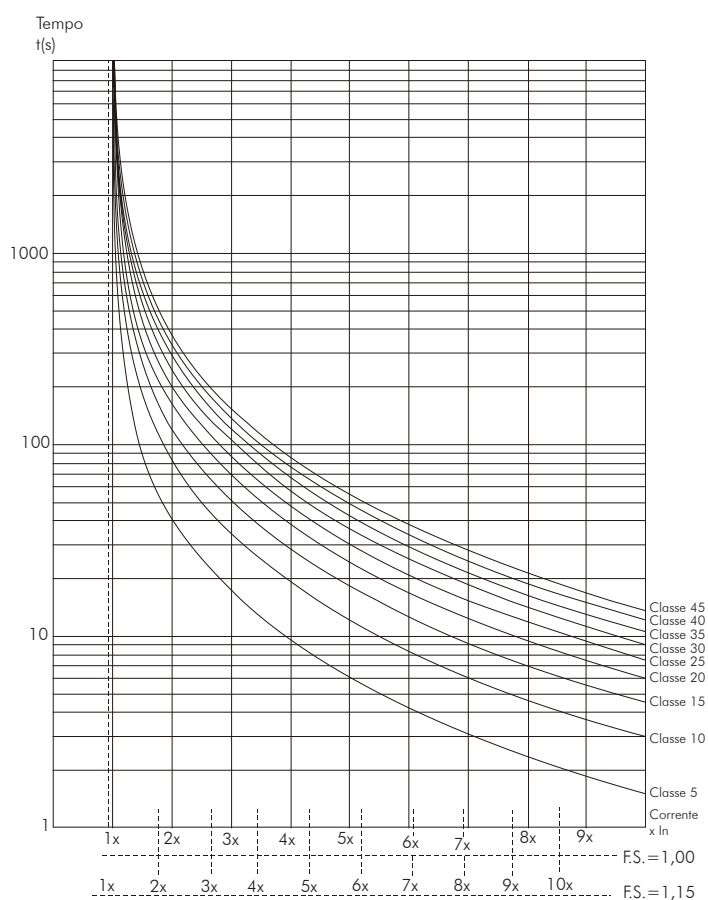

Figura 5.14 - Classes de disparo para proteção do motor a frio
A figura 5.14 apresenta a curva de desarme para todas as classes considerando um fator de serviço (F.S.) igual 1,00 e 1,15.
Utilize os dados encontrados no exemplo anterior ($6 \times \text{In}$) e o tempo de 6 s (figura 5.14) para encontrar a classe de disparo mínima necessária para partir o motor a frio, conforme descrito no parâmetro P640.
1) Na figura 5.14 verificamos a mínima classe de disparo que irá possibilitar a partida. Para $4 \times I_n @ 25$ s, adotamos a curva mais próxima acima: Classe 15.